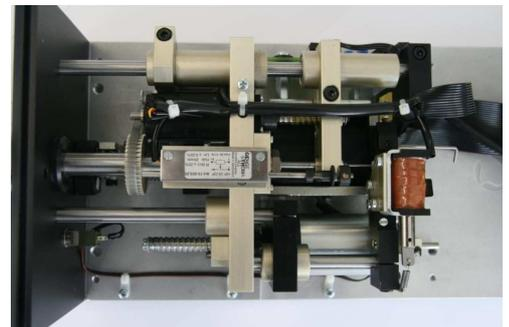
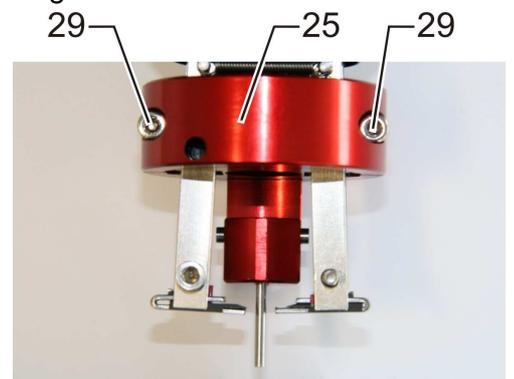

Figure 19. Broche filetée
Figure 20. Fixer légèrement le dispositif de centrage
- Tournez la broche filetée (28) dans le sens horaire jusqu'à ce que les porte-couteaux (11) touchent simultanément des deux côtés la goupille transversale (26) du dispositif de centrage. Le dispositif de centrage se met en position en le faisant légèrement tourner (Figure 19 et Figure 20).
Vous pouvez ainsi centrer le dispositif de centrage (25) et positionner correctement les porte-couteaux (11) (Figure 20).
- **Fixez légèrement** le dispositif de centrage (25) dans cette position avec la vis (29) (Figure 20 et Figure 18).
- **Contrôle** : les deux porte-couteaux doivent toucher simultanément la goupille transversale (26) du dispositif de centrage.